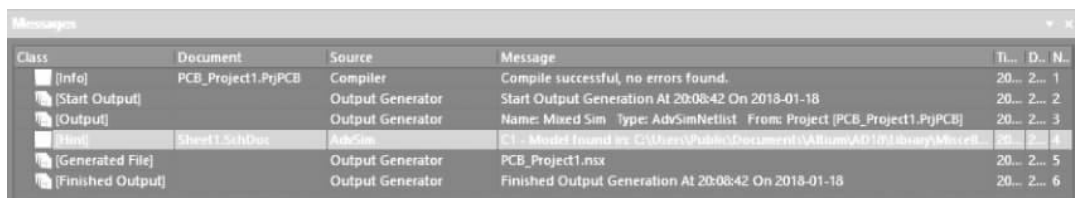

图 3-11 消息窗口
- (1) 弹出如图 3-11 所示的消息窗口,该消息窗口给出了对 Spice 电路的分析过程。